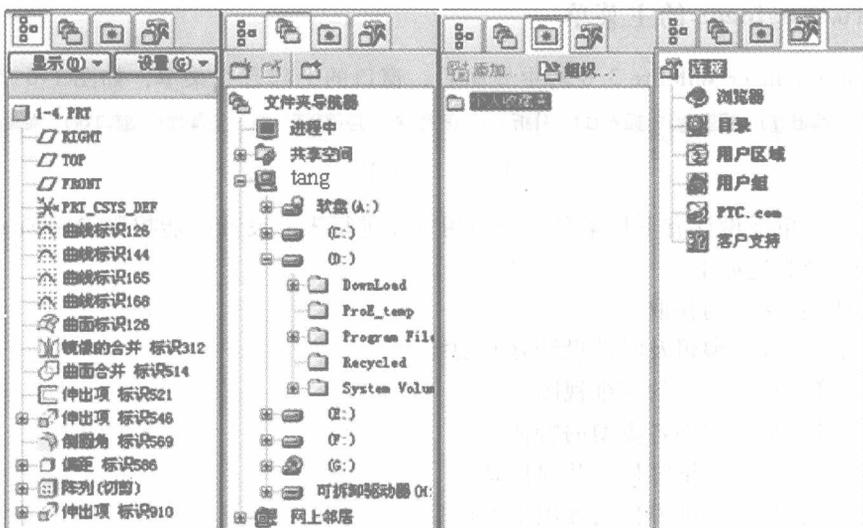

图 1-3 导航面板
5) 导航栏隐藏/显示区: 位于窗口工作区的左侧。单击导航栏右侧的符号“>”, 显示导航栏, 单击导航栏右侧的符号“<”, 隐藏导航栏。导航栏中包括模型树、资源管理器、收藏夹和相关网络技术资源四部分内容。单击相应选项图标, 可打开相应的导航面板, 如图 1-3 所示。